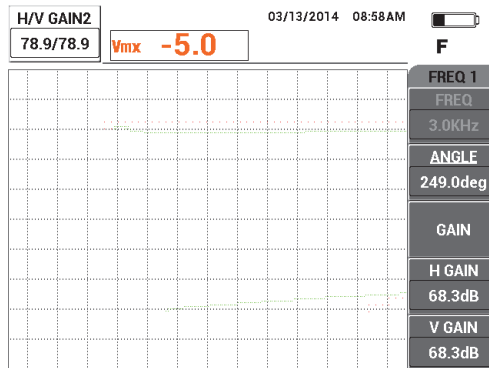

Figura 5-105 Ajuste de ganho para frequência 2
9. Pressione a tecla GAIN (**dB**) e, em seguida, aumente o ganho da frequência 2 até o sinal da frequência 2 na posição 2 atingir 20% da altura da tela (veja Figura 5-105 na página 205).